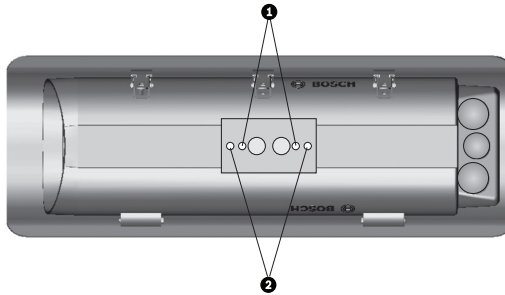

Figura 5.6 Localização dos orifícios de cablagem directa.
1. Antes de montar a câmara, remova os dois tampões para câmara dome localizados no interior da caixa. Ver *Figura 5.6*.